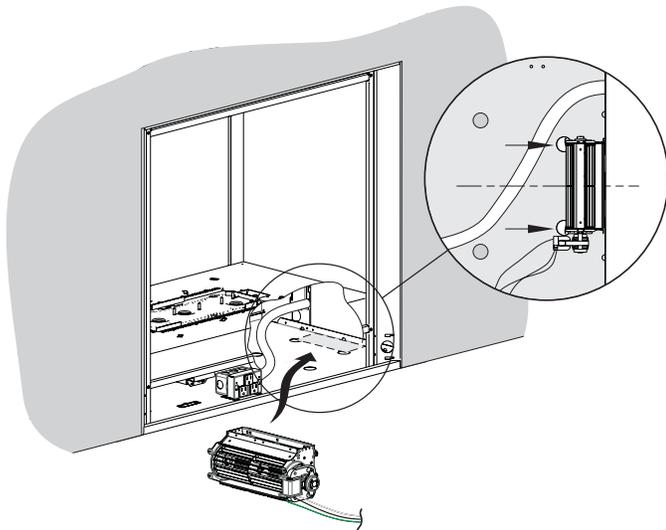

Figure 1
2. Tenir l'ensemble de soufflerie de manière à ce que les aimants se trouvent sur la droite et l'insérer dans le foyer par l'ouverture à droite de la boîte de jonction. **Voir Figure 1.**
3. Fixer le côté comportant les aimants de l'ensemble de la soufflerie sur la paroi extérieure du foyer et la centrer en profondeur à l'intérieur du foyer en se guidant visuellement sur les deux trous dans le plancher. **Voir Figure 1.**